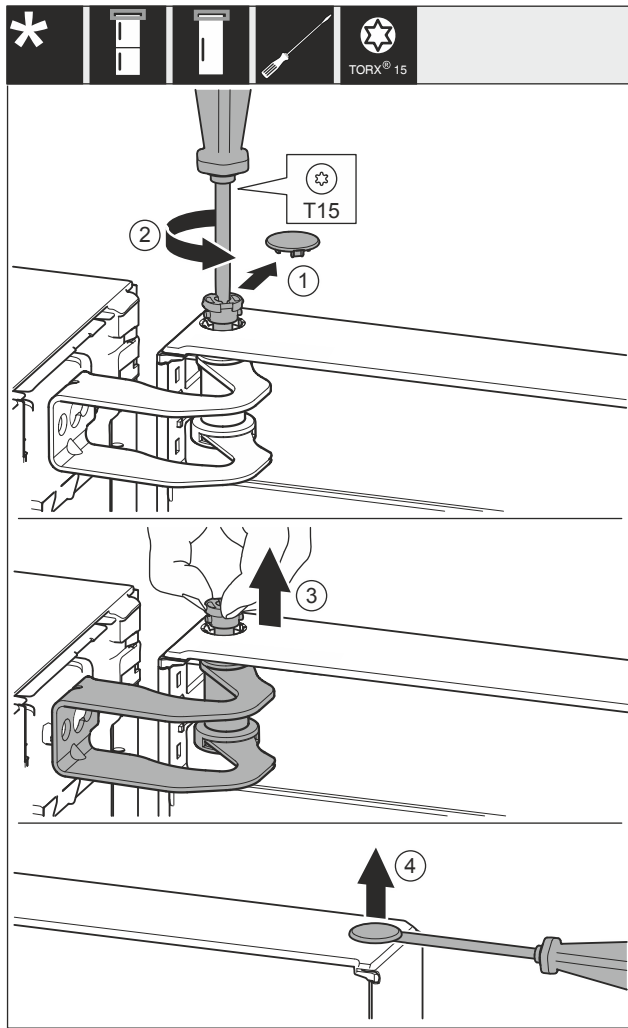

Fig. 27
- ▶ 小心地移除盖板 Fig. 27 (1)。
- ▶ 用螺丝刀拧下一枚螺栓 Fig. 27 (2)。
- ▶ 用手指拔出螺栓 Fig. 27 (3)。
- ▶ 用螺丝刀小心地抬起并移除盖板 Fig. 27 (4)。